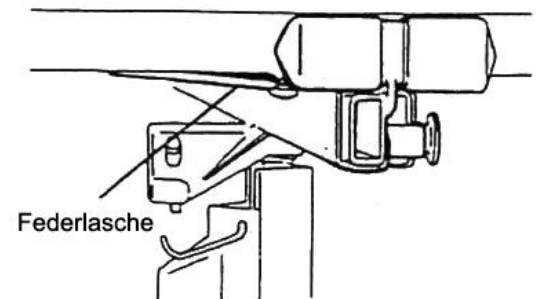

Bild 8
- b. Drücken Sie die Querarme nach vorne in die Buchsen, bis die Federlaschen an der Unterseite einrasten. (Bild 8)